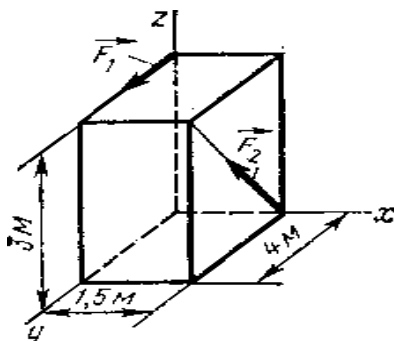

Рис.8
5. На прямоугольный параллелепипед, как показано на рис. 8, действуют силы $F_1=10\text{Н}$ и $F_2 = 20\text{Н}$. Определить моменты этих сил относительно осей x , y и z .